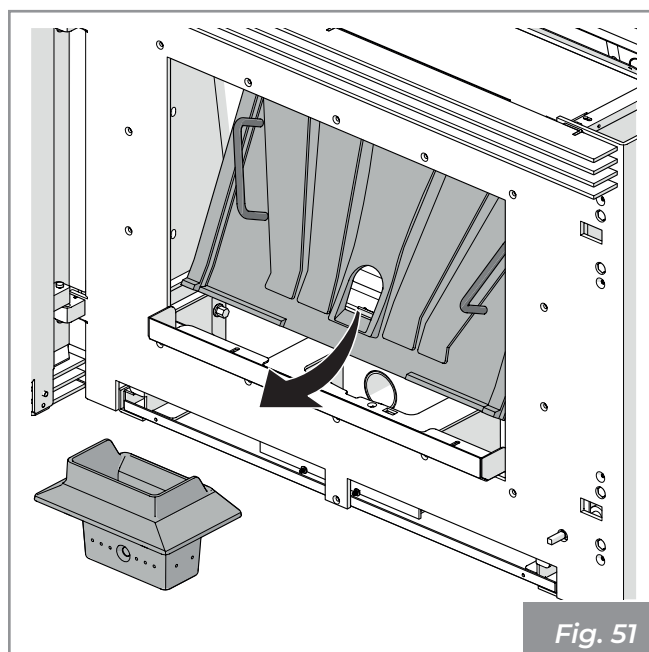

Fig. 51
- Afferrare la parete di fondo per le maniglie ed estrarla spingendola verso l'alto e poi ruotando la parte bassa verso l'esterno (Fig. 51).